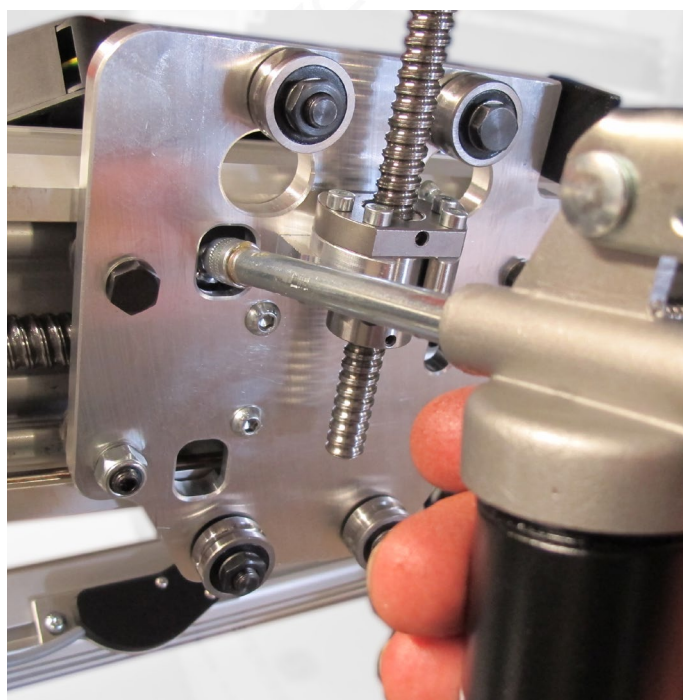

Bild 44: Abschmieren der X-Achse
- Schmieren Sie die Spindelmutter der X-Achse mit einer Fettpresse ab, wie in Bild 44 gezeigt.